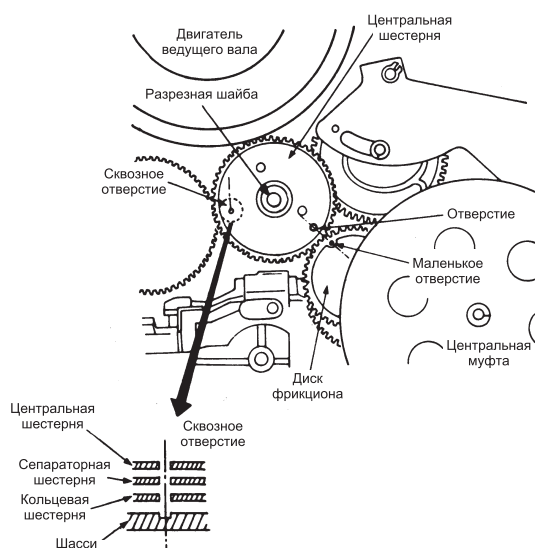

Рис. 9. Установка центральной шестерни
4. Устанавливают центральную шестерню над сепараторной шестерней, совмещая отверстие в ней с отверстием в сепараторной шестерне. При этом маленькое отверстие должно находиться напротив отверстия в диске фрикциона, как показано на рис. 9. Центральная шестерня фиксируется на валу разрезной шайбой (VMX1079).